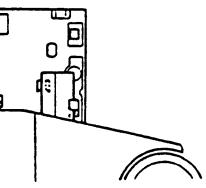

Fig. 10-8
<ul style="list-style-type: none"> En dernier lieu, retirer le filtre passe-bas et confirmer que la tension p-p du signal d'erreur d'alignement ne varie pas fortement quand le capteur est déplacé à la première et à la dernière plage du disque. Si les niveaux divergent de 10% ou davantage, ré-ajuster le point d'amplitude d'erreur maximale en tournant sur la vis d'ajustement. <p>Remonter le plateau du disque selon la procédure ci-après après avoir terminé l'ajustement de grille.</p> <ol style="list-style-type: none"> 1. Retirer le disque et l'entretoise. 2. Tout en levant l'attache (marquée par ⑧ sur la Fig. 10-2) de la main droite, tenir le plateau de la main droite comme illustré par ⑨ et déplacer la base coulissante dans les armatures en résine dure sur la base de chargement, comme indiqué sur la Fig. 10-7 pour ré-insérer le plateau du disque. <p>A ce moment, prendre soin de tenir la bille d'acier en place par l'index de la main droite. Veiller également que le panneau avant ne soit pas endommagé par le roulement (dans la base coulissante), entrant en contact avec le panneau.</p> <ol style="list-style-type: none"> 3. Insérer la base coulissante de sorte qu'elle s'engage dans les armatures en résine dure à l'arrière de la base de chargement (voir Fig. 10-8). 4. Insérer à ferme le plateau.